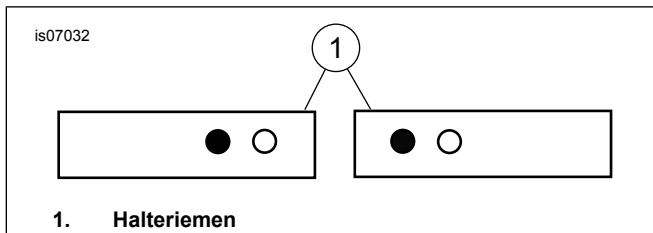
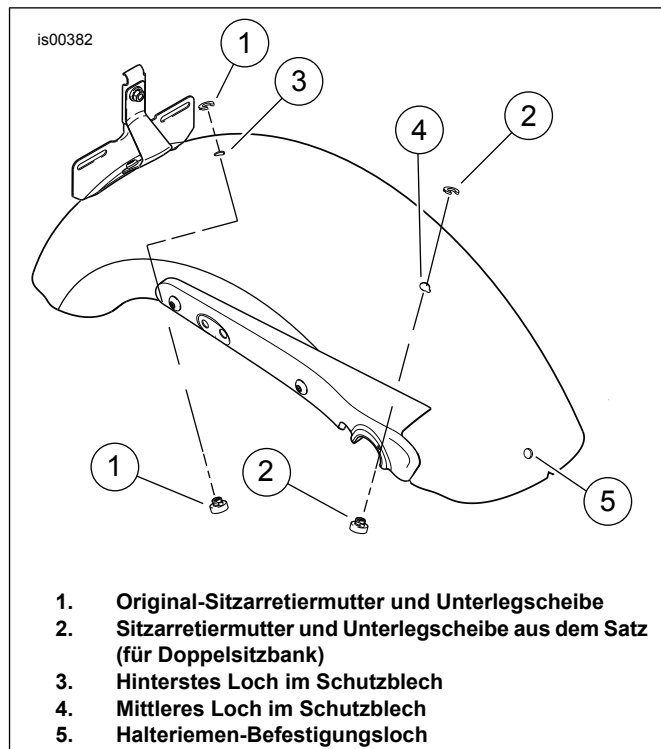
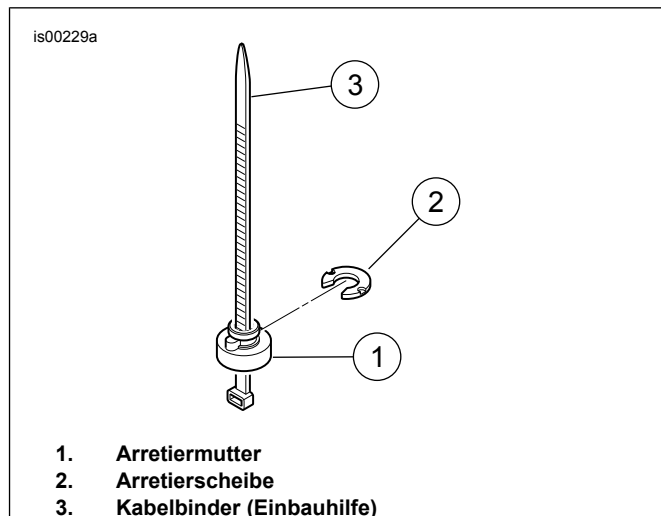
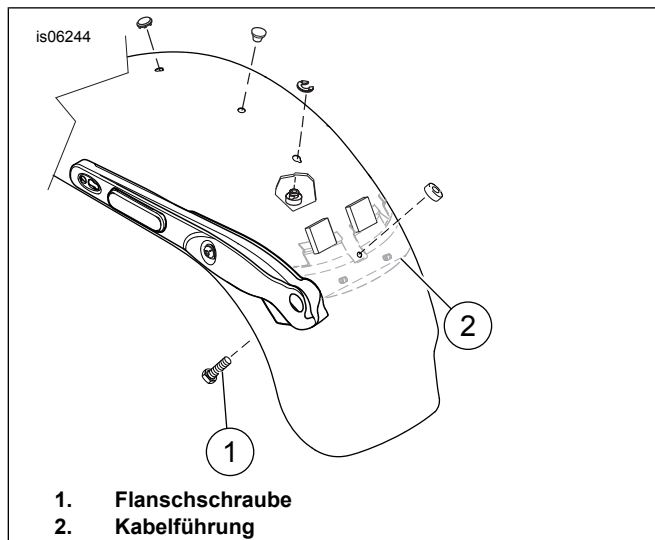

Abbildung 1. Einbau des Halteriemenlochs
Abbildung 2. Position der Arretiermutter
Abbildung 3. Die Arretiermutter einbauen
Abbildung 4. Einbau des Halteriemens – FXDWG-Modelle
3. Unter Abbildung 1 ist angegeben, welche Löcher für den Einbau des jeweiligen Halteriemens zu verwenden sind (das richtige Loch ist auf der Abbildung dunkel gekennzeichnet). Der neue Halteriemen ist an derselben Stelle anzubringen, an der sich der ursprüngliche Halteriemen befand (Original-Befestigungsteile wiederverwenden). Auf ein Drehmoment von 6,78–10,17 N·m (60–90 in-lbs) anziehen. **Für FXDWG-Modelle ab 2010:** Siehe Abbildung 4. Sicherstellen, dass der Kopf der Flanschschraube (1) die Kabelführung (2) nicht berührt und gegen das Schutzblech hin eingebaut ist.
2. Siehe Abbildung 2. Die Kunststoffkappe vom hintersten Loch im Schutzblech (3) entfernen.
4. Siehe Abbildung 3. Als Montagehilfe kann ein Kabelbinder verwendet werden, mit dem sich die Arretiermutter und die zugehörige Unterlegscheibe leichter aus- und einbauen lassen. Die Arretiermutter (1) so auf den Kabelbinder (3) stecken, dass die breitere Seite der Mutter auf der Öse des Kabelbinders aufsitzt. Den Kabelbinder von unterhalb des Schutzblechs durch das hinterste Loch im Schutzblech hindurch stecken. Den Kabelbinder nach oben ziehen, um die Mutter fest an der Unterseite des Schutzblechs anzubringen.
5. Die Nase an der Arretiermutter in die entsprechende Aussparung im Schutzblechloch gleiten lassen und die Arretierscheibe (2) von der Rückseite her aufschieben. Hiermit wird die Arretiermutter in ihrer Position gesichert. Den Kabelbinder entfernen.
7. Die Flanschschraube von der Innenseite des Schutzblechs her in das Halteriemen-Befestigungsloch im Schutzblech einführen (Abbildung 2, Teil 5). Die Schraube mit der Kunststoff-Arretiermutter sichern. **Für FXDWG-Modelle ab 2010:** Siehe Abbildung 4. Sicherstellen, dass der Kopf der Flanschschraube (1) die Kabelführung (2) nicht berührt und gegen das Schutzblech hin eingebaut ist.
8. Den neuen Sozius-Halterriemen aus dem Satz entsprechend dem Diagramm in Abbildung 1 montieren. Die Unterlegscheibe und Mutter anbringen und die Mutter auf ein Drehmoment von 6,78–10,17 N·m (60–90 **in-lbs**) anziehen.